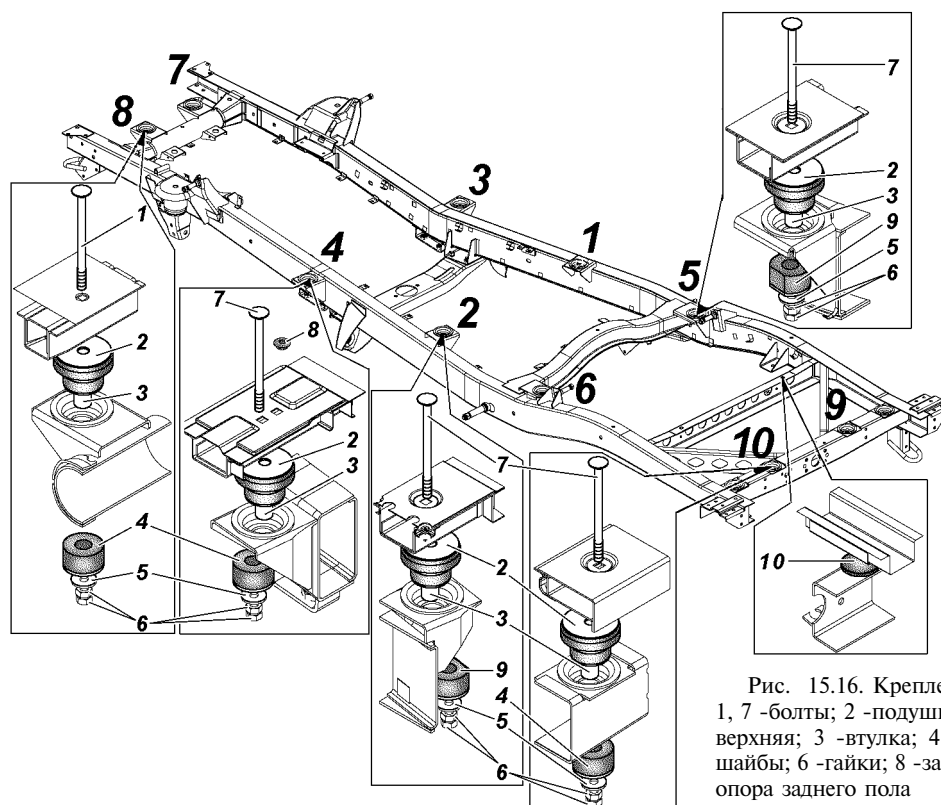

Рис. 15.16. Крепление кузова автомобиля:
Крепление кузова к раме автомобиля осуществляется в 10 точках (рис. 15.16). Кроме того, имеются две опорные точки, расположенные на поперечине рамы в зоне заднего пола кузова.
29. Отверните гайки крепления кузова к раме (см. рис. 15.16).